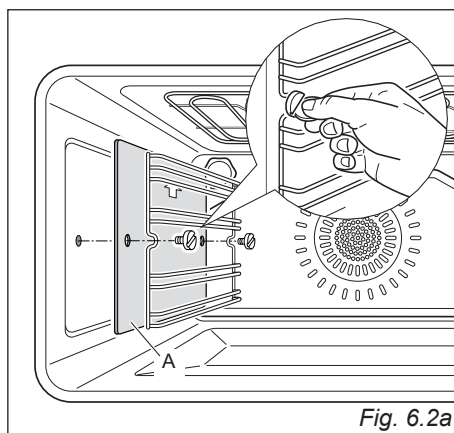

Fig. 6.2a
Dans les modèles avec panneaux autonettoyants de série, accrocher les chassis latéraux en interposant les panneaux autonettoyants "A" (la flèche tournée vers le haut - (fig. 6.2a).
- Vissez les grilles latérales sur les parois du four (et les panneaux autonettoyants s'ils sont fournis - fig. 6.2a).